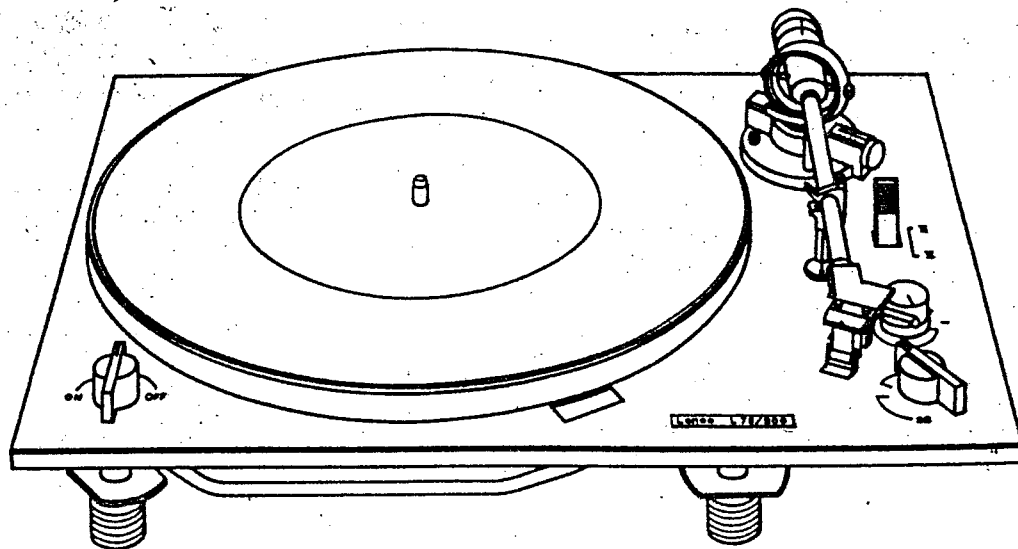

Abb. 1. Plattenspielerchassis L 75/200
- Abb. 1. Plattenspielerchassis L 75/200